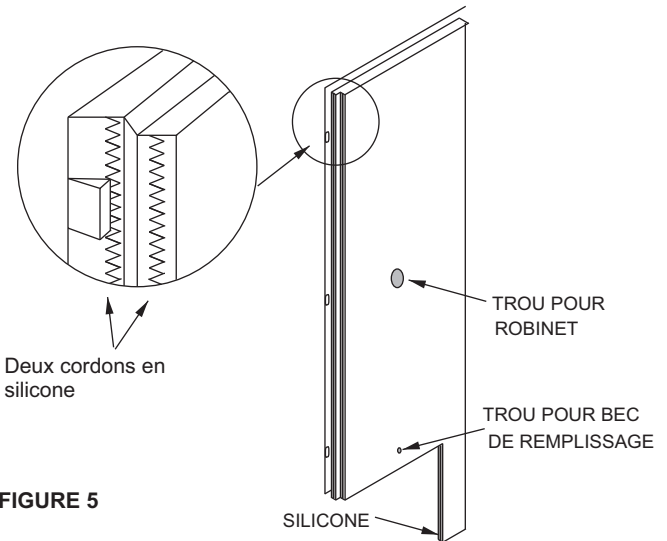

FIGURE 5
- Prendre les mesures nécessaires et percer des trous pour recevoir le bec de remplissage et le robinet sur la paroi humide, comme illustré par la figure 5.
- Ensuite, repousser la section de paroi latérale dans l'encoche de montage par pression. L'encoche en forme de coin est illustrée par le détail de la figure 5.